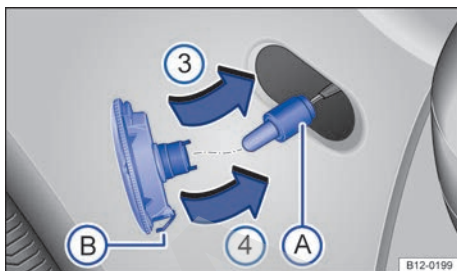

Fig. 204 Luz de giro lateral: sustituir la lámpara.
4.	Extraiga el portalámparas junto con la lámpara en línea recta → fig. 204 Ⓐ.